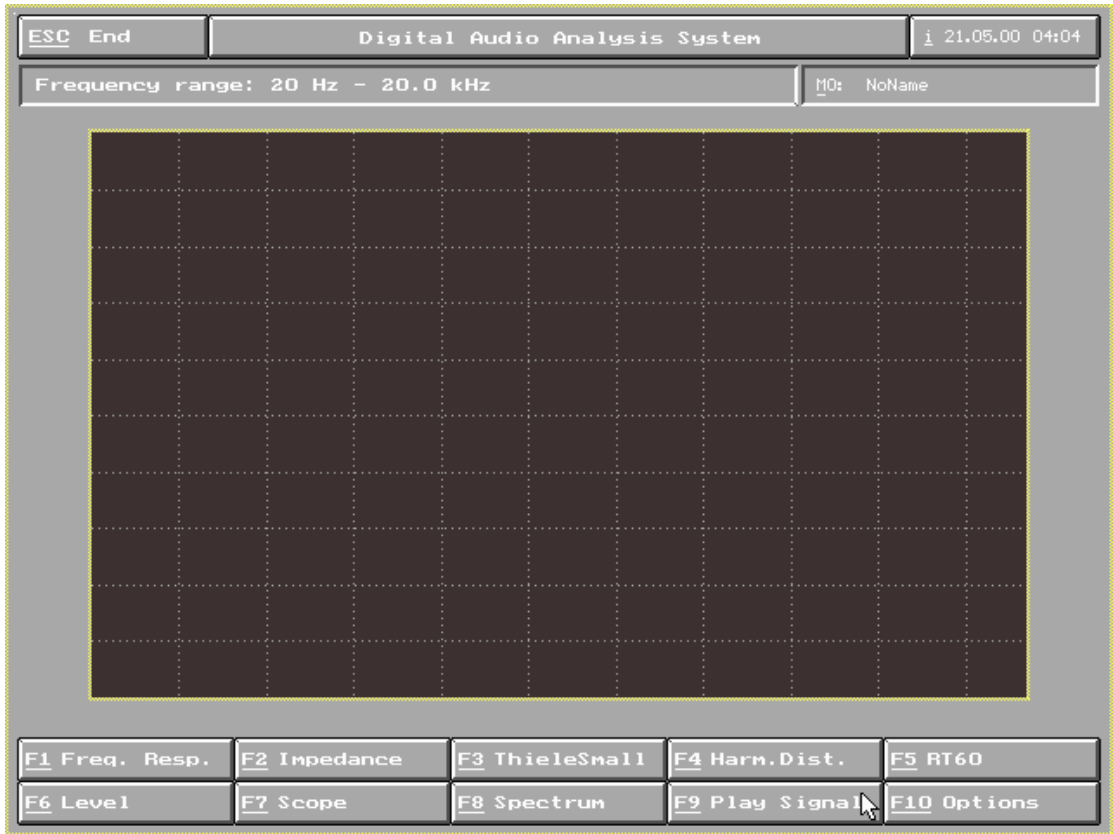

图 57
1) 进入主菜单选择 F9 Play signal (图 57)